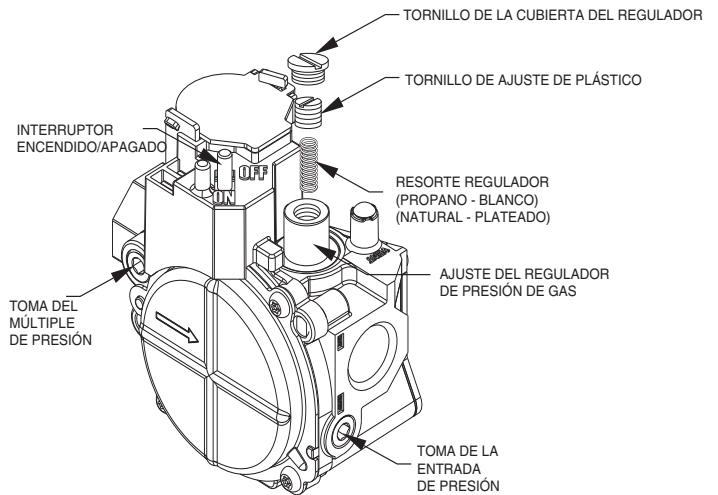
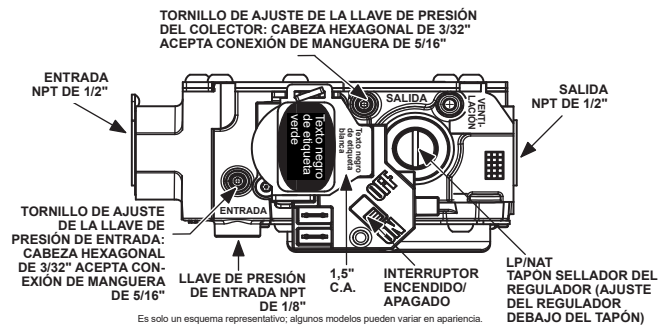

Fig. 13 – Válvula de gas de una etapa (modelos de 208/230 V CA)
Fig. 14 – Válvula de gas de una etapa con puertos de presión de torre
- Para las válvulas de gas estándar, retire la tapa de la toma de presión del colector con una llave Allen. (Consulte la Fig. 13). Instale la llave de presión y la manguera con boquilla para conectar al manómetro. Active el suministro de gas de la unidad.
- Para una válvula de gas con puertos de presión de torre, afloje el tornillo de ajuste en la llave de presión de la torre del colector, sin dar la vuelta completa, con una llave hexagonal de 3/32 in. (Consulte la Fig. 14). Conecte el manómetro deslizando la manguera de conexión de 5/16 in sobre el puerto de presión de la torre del múltiple. Active el suministro de gas de la unidad.
1. Quite el tornillo de la cubierta del regulador sobre el tornillo de ajuste plástico de la válvula de gas (consulte Fig. 13 y Fig. 14).
2. Gire el tornillo de ajuste plástico hacia la derecha para aumentar la entrada de gas, o gire el tornillo de ajuste plástico hacia la izquierda para disminuir la entrada (consulte Fig. 13 y Fig. 14). La presión del múltiple debe estar entre 3,2 y 3,8 in. C.A.
3. Vuelva a colocar el tornillo de la cubierta del regulador en la válvula de gas (consulte Fig. 13 y Fig. 14).
- a. Para válvulas de gas estándar, retire la manguera del manómetro y la toma de presión dentada. Reemplace la tapa de la toma de presión con una llave Allen. (Consulte la Fig. 13).
- b. Para válvulas de gas con puerto de presión de torre, quite la manguera de conexión. Apriete el tornillo de ajuste en el puerto de presión del colector con una llave hexagonal de 3/32 in. (Consulte la Fig. 14).